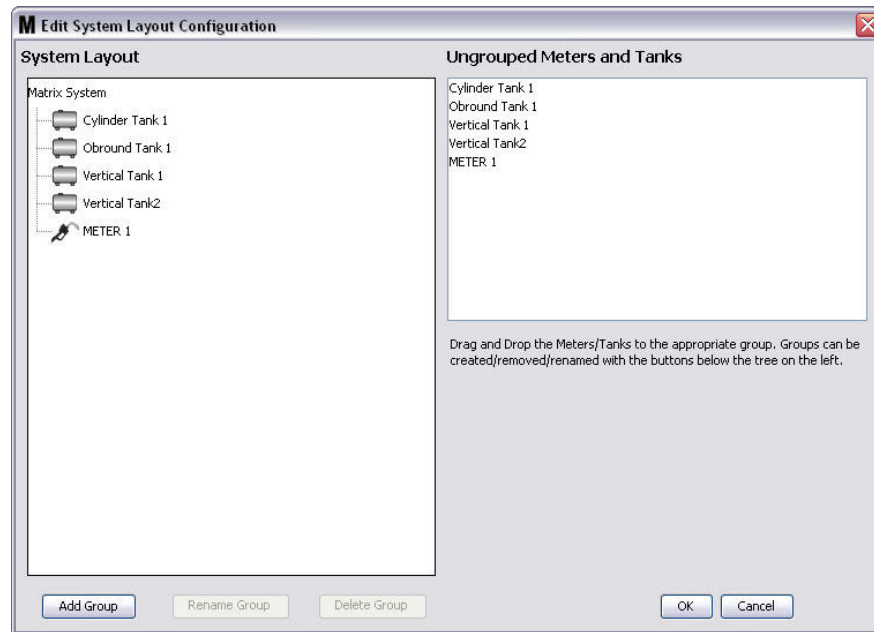

FIG. 92
3. Aparecerá la pantalla de Editar configuración del diseño del sistema representada en la FIG. 92.
4. Haga clic en el botón Agregar grupo (FIG. 92) para crear un nuevo grupo de dispositivos.